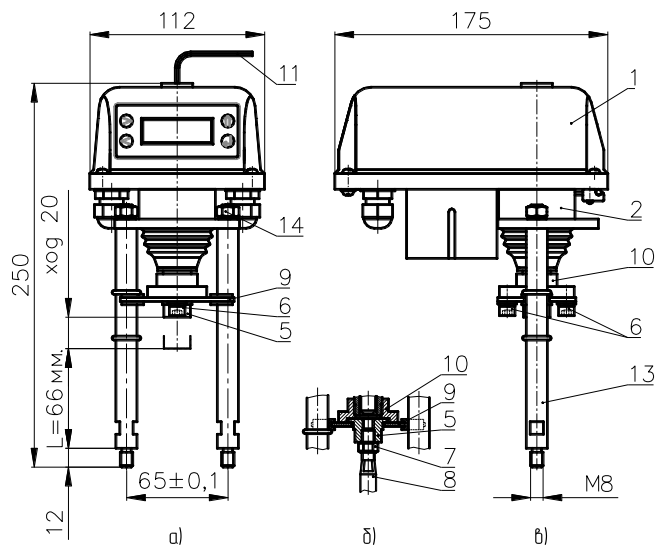

Рисунок 1. ВЭП-225-3000/63-20-220В
- электропривод (см. рис.1 – поз.1);
- винтовая передача (см.рис.1 – поз.2).
| Габаритные размеры, мм, не более | См. рисунок 1 |